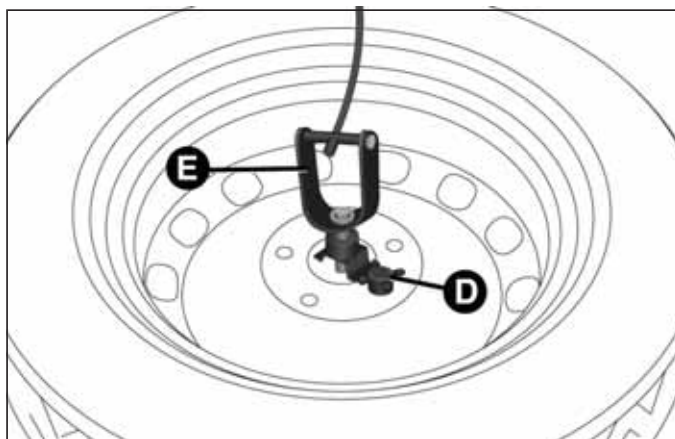

fig. 31
- ❑ girar el dispositivo D fig. 31 para desenganchar la rueda del soporte de fijación E;